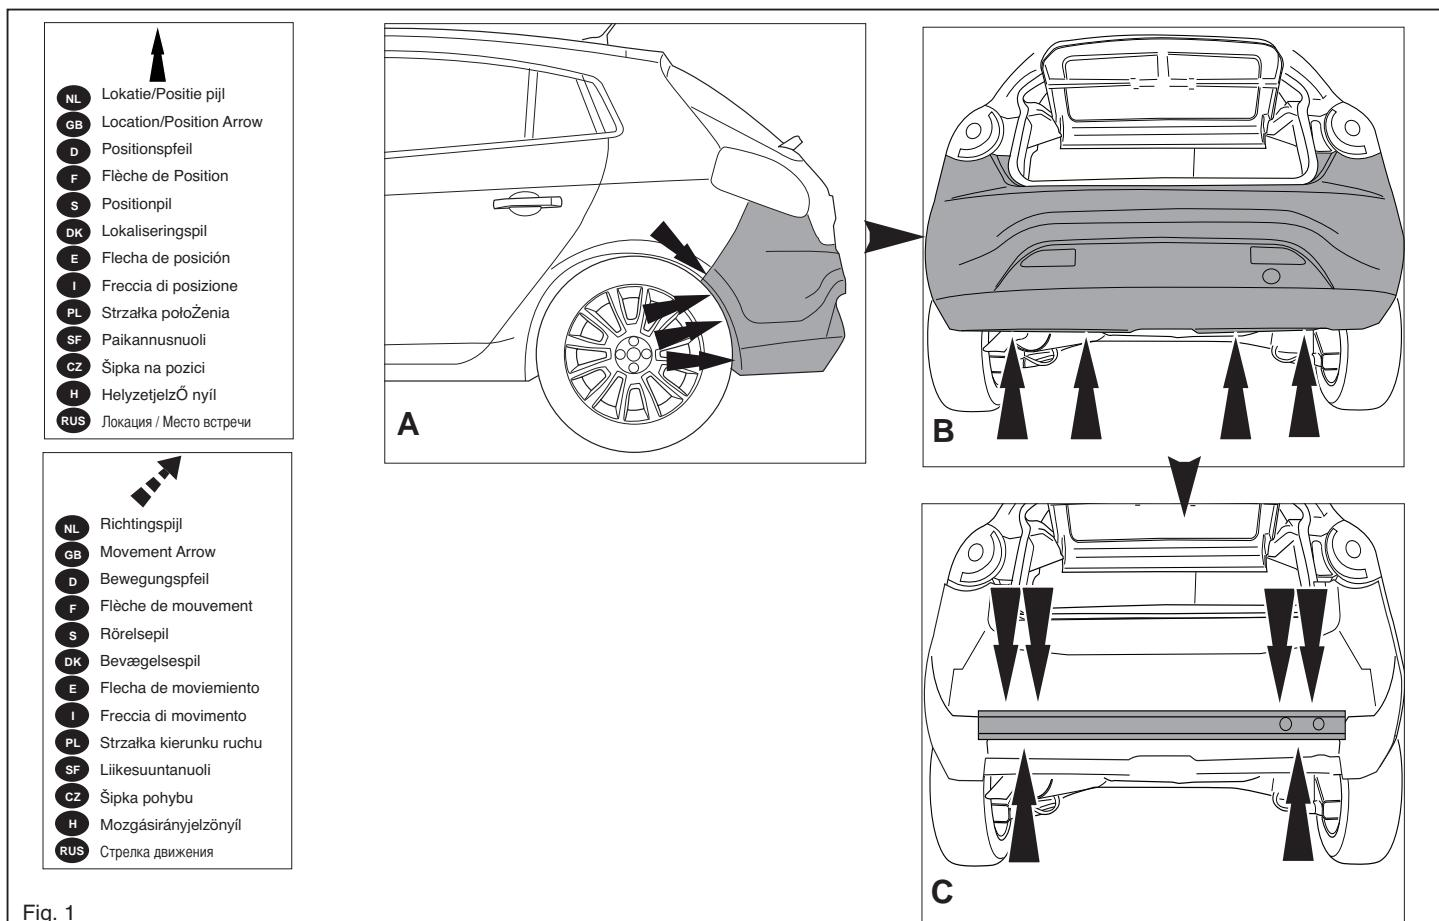

Fig. 1
- Remove the bumper and the steel bumper beam from the vehicle. The buffer beam will no longer be needed. (See figure 1).
1. Die Stoßstange einschließlich des stählernen Stoßbalkens vom Fahrzeug abmontieren. Der Stoßbalken wird nicht mehr benötigt. (Siehe Abbildung 1).
1. Déposer le pare-chocs du véhicule y compris la traverse en acier la traverse ne sera plus utilisée. (Voir la figure 1).